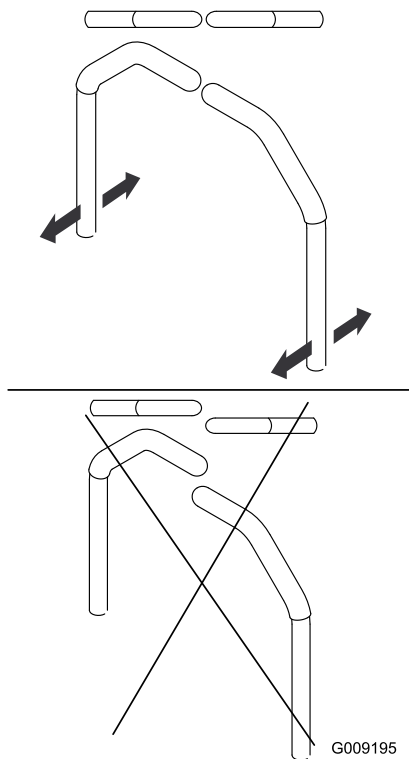

Figure 60
3. Alignez la position avant-arrière des poignées en les ramenant en même temps à la position point mort, puis en les déplaçant jusqu'à ce qu'elles soient correctement alignées (Figure 60).